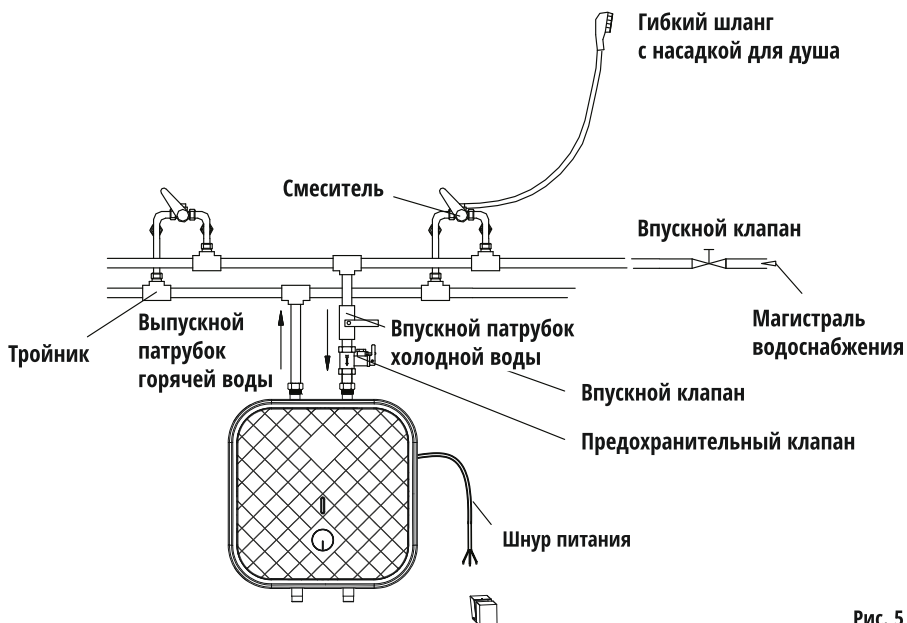

Рис. 5
4. Если пользователь хочет реализовать комплексную систему подачи воды см. рис. 5.